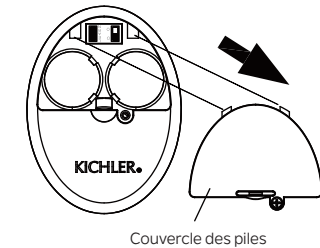

Fig. 23
Étape 2. À l'aide d'un tournevis, retirez le couvercle de la batterie du combiné et conservez la vis pour une utilisation ultérieure. (Fig. 23)